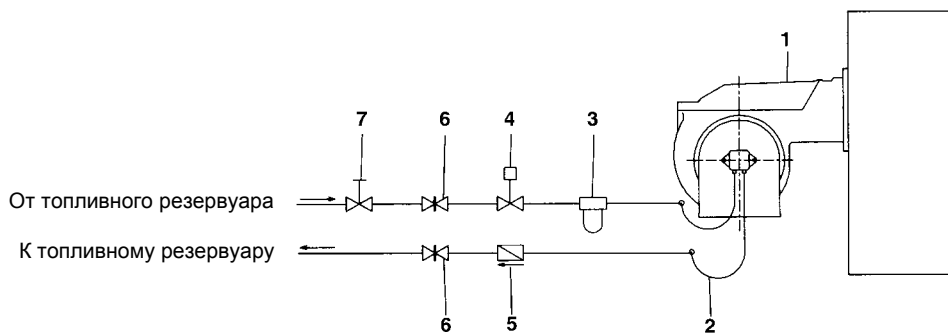

Рис. 10 - Двухтрубная система
**ПРИМЕЧАНИЕ:** в системах с гравитационной подачей или с кольцевым контуром, установить автоматическое отсечное устройство (см. № 4 Рис. 10).